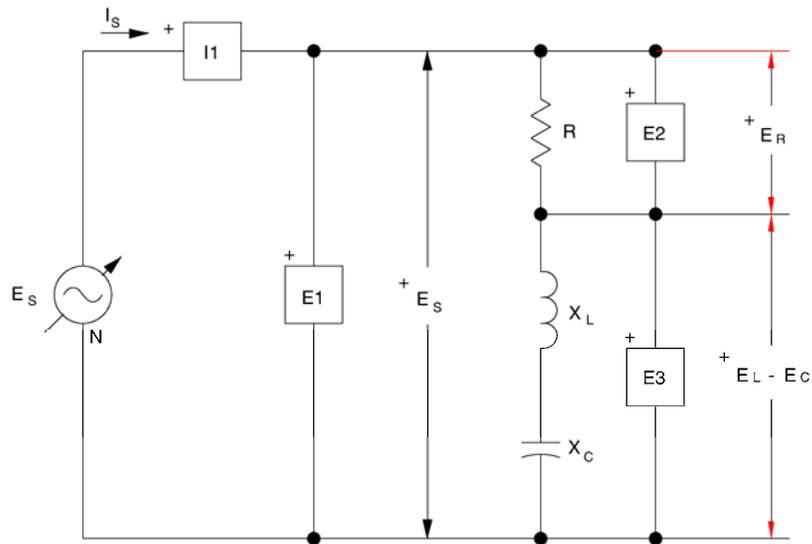

Figura 5-12. Medición de la tensión de la fuente de un circuito serie RLC.
19. Apague la Fuente de alimentación y conecte de nuevo las entradas E1, E2, y E3 como lo muestra la figura 5-12 para medir E_S , E_R , y $E_L - E_C$. Encienda la Fuente de alimentación y visualice otra vez los fasores de tensión.